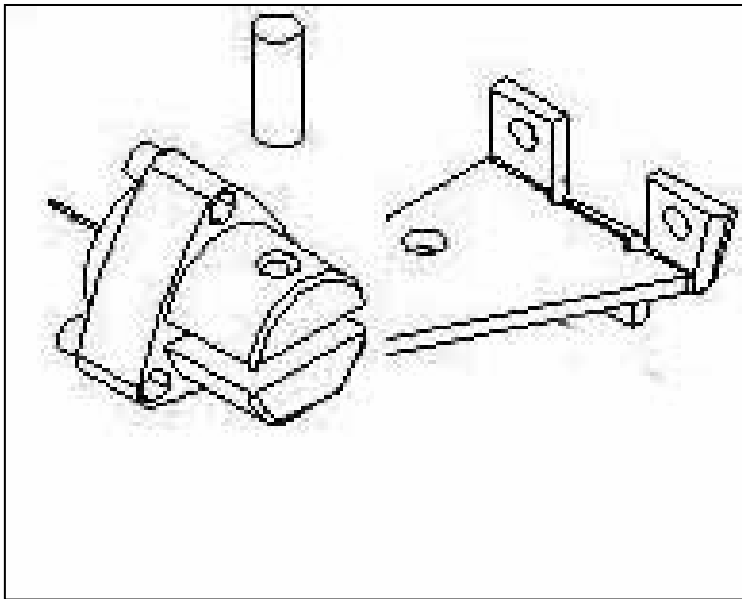

Fig. 4
3. Fixer le moteur sur l'étrier et insérer la relative fiche (voir fig. 4)